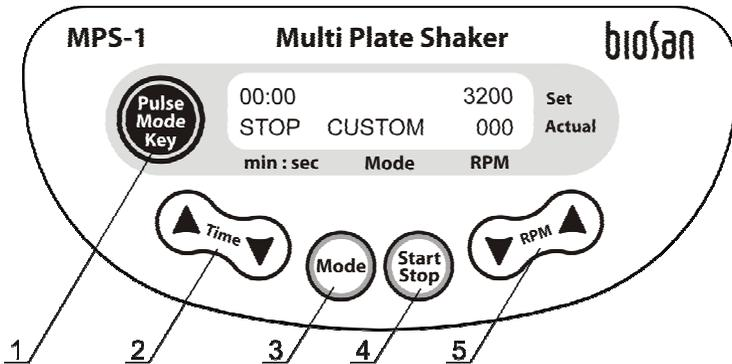

Abb. 2 Steuerung
- 4.3. Stellen Sie mit der Taste **Mode** (Modus) (Abb. 2/3) den gewünschten Arbeitsmodus ein (CUSTOM [Benutzerdefiniert], SOFT [Weich], MEDIUM [Mittel], HARD [Hart], TUBE VORTEX [Röhren-Vortex]). Das Arbeiten im Modus SOFT (Weich), MEDIUM (Mittel), HARD (Hart), TUBE VORTEX (Röhren-Vortex) unterscheidet sich vom Modus CUSTOM (Benutzerdefiniert) durch den fixen, nicht einstellbaren Geschwindigkeitswert (siehe Punkt 5.2).
- 4.4. Mit den Tasten ▲ und ▼ **Time** (Zeit) (Abb. 2/2) können Sie das gewünschte Arbeitszeitintervall in Stunden und Minuten einstellen (Inkrement beträgt 15 Sek). Wenn Sie die Taste länger als 3 Sek gedrückt halten, wird die Schrittweite erhöht. Die eingestellte Zeit wird in der oberen Zeile des Displays angezeigt.
- 4.5. Stellen Sie die gewünschte Geschwindigkeit (Inkrement beträgt 100 rpm) im Modus CUSTOM (Benutzerdefiniert) mithilfe der Tasten ▲ und ▼ **RPM** ein (Abb. 2/5). Wenn Sie die Taste länger als 3 Sek gedrückt halten, wird die Schrittweite erhöht. Die eingestellte Geschwindigkeit wird in der oberen Zeile des Displays angezeigt.
- 4.6. Drücken Sie die Taste **Start Stop** (Abb. 2/4). Die Plattform beginnt sich zu bewegen (Anzeige RUN [Laufen]) und der Timer zeigt den Countdown des Zeitintervalls in der oberen Zeile des Displays an.
- 4.11. Stellen Sie die gewünschte Geschwindigkeit (Inkrement beträgt 100 rpm) mithilfe der Tasten ▲ und ▼ **RPM** ein (Abb. 2/5). Wenn Sie die Taste länger als 3 Sek gedrückt halten, wird die Schrittweite erhöht. Die eingestellte Geschwindigkeit wird in der oberen Zeile des Displays angezeigt.
- 4.12. Drücken Sie die Taste **Pulse Mode** (Impulsmodus) (Abb.2/1). Die Plattform beginnt mit folgendem Zyklus: Beschleunigung - kurzes Mischen (Dauer 3 Sek) - Verlangsamung, (Anzeige ▲) und der Timer beginnt in der oberen Zeile des Displays, das Zeitintervall herunter zu zählen.